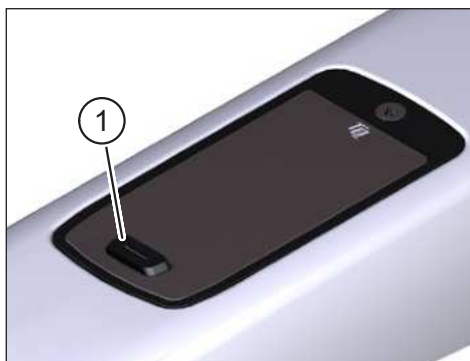

Fig. 2: Display
- Allumez le système en appuyant **brèvement** sur le bouton-poussoir (élément 1 Fig. 2) de l'Display.
- Éteignez le système en appuyant **longuement** sur le bouton-poussoir (élément 1 Fig. 2) de l'Display.